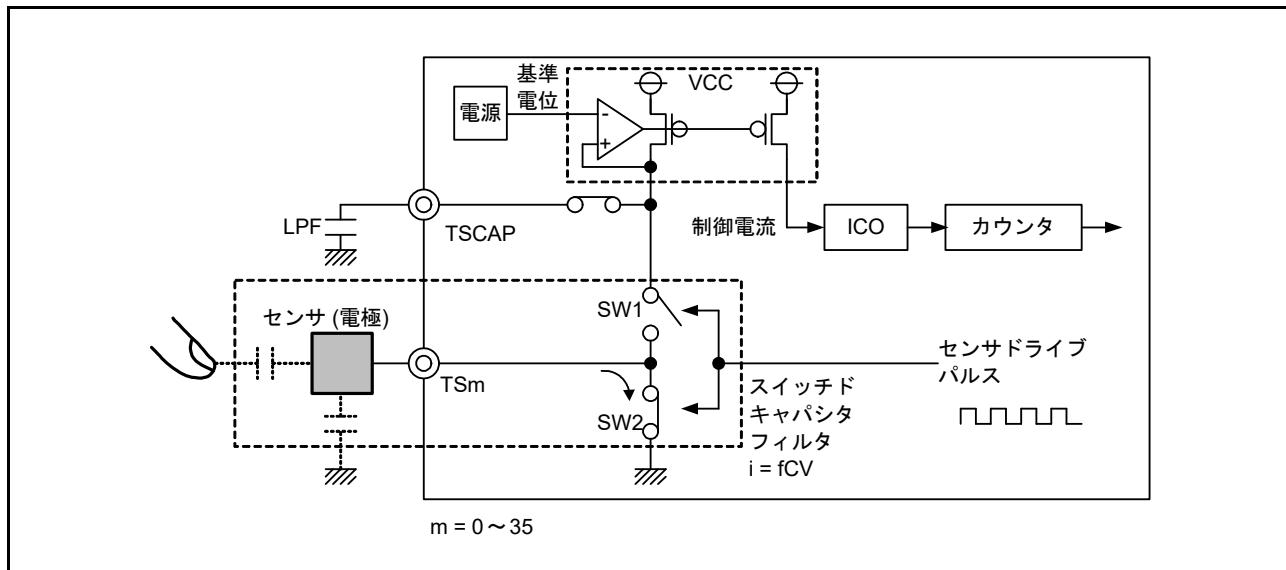

図 32.6 放電動作
- (2) SW1 : OFF、SW2 : ON にすることで、充電された容量は放電されます (図 32.6)。